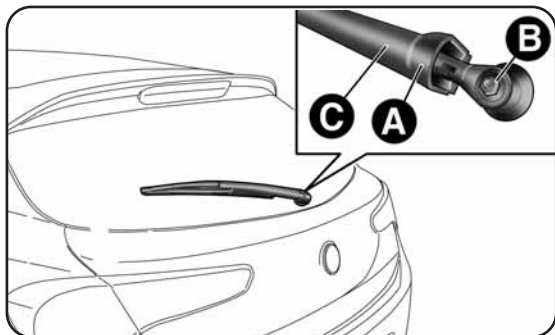

fig. 167
- soulever la couverture A-fig. 167, dévisser l'écrou B et enlever le bras C ;